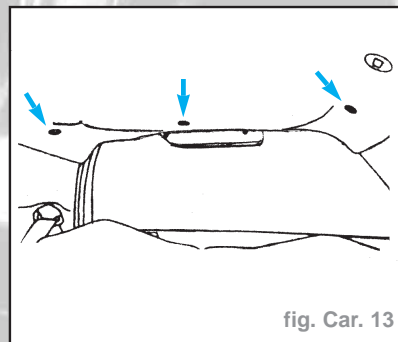

fig. Car. 13
- Déposer les trois clips de fixation de garniture de pavillon en faisant levier (fig. Car. 13).